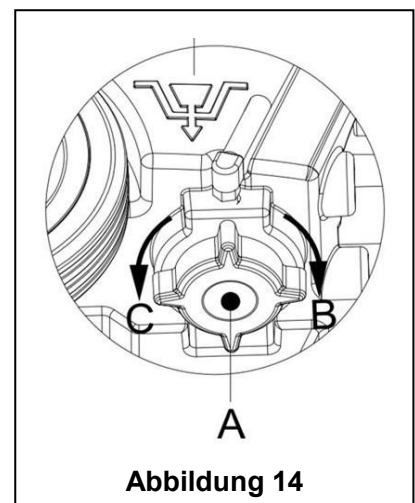

Abbildung 14
7. Wie in **Abbildung 14** dargestellt, öffnen Sie den Deckel des Frischwassertanks (A) im Gegenuhrzeigersinn, und entleeren den Frischwassertank vollständig. Verwenden Sie sauberes Wasser, um das Innere des Frischwassertanks zu reinigen. Wenn der Arbeitsgang abgeschlossen ist, drehen Sie den Deckel des Frischwassertanks (A) fest im Uhrzeigersinn in Richtung B.